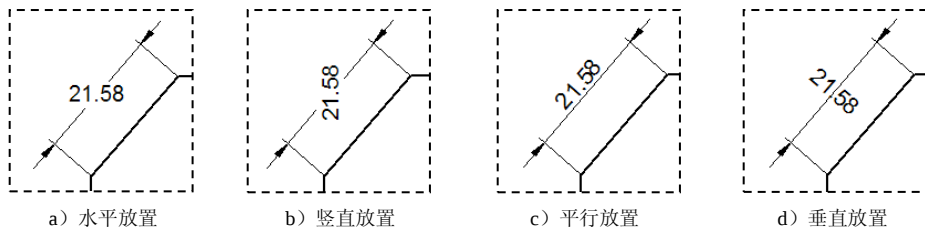

图 8.3.25 尺寸放置方向
- ☒ **方向(0)**下拉列表: 用于设置尺寸放置的方向。其中包括四种放置类型如图 8.3.25 所示。